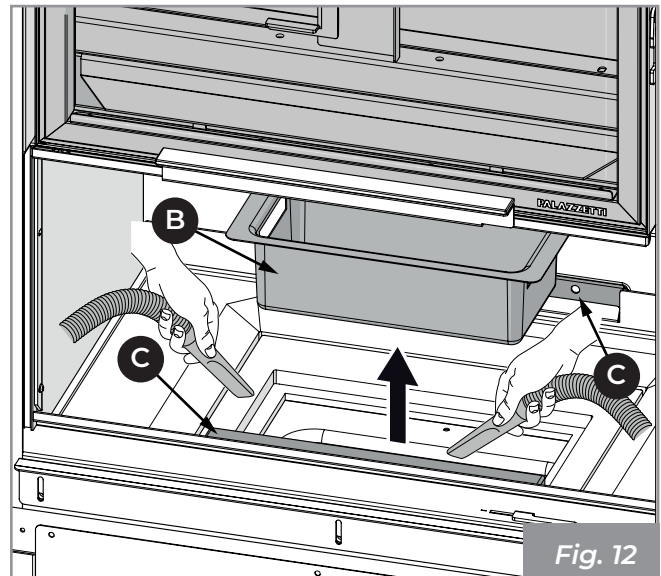

Fig. 12
ed aspirare l'eventuale cenere depositata nei vani sottostanti (Fig. 12).
- 3) Aspirare i fori anteriori e posteriori (C) del distributore aria comburente al fine di evitare eventuali accumuli di cenere (Fig. 12).